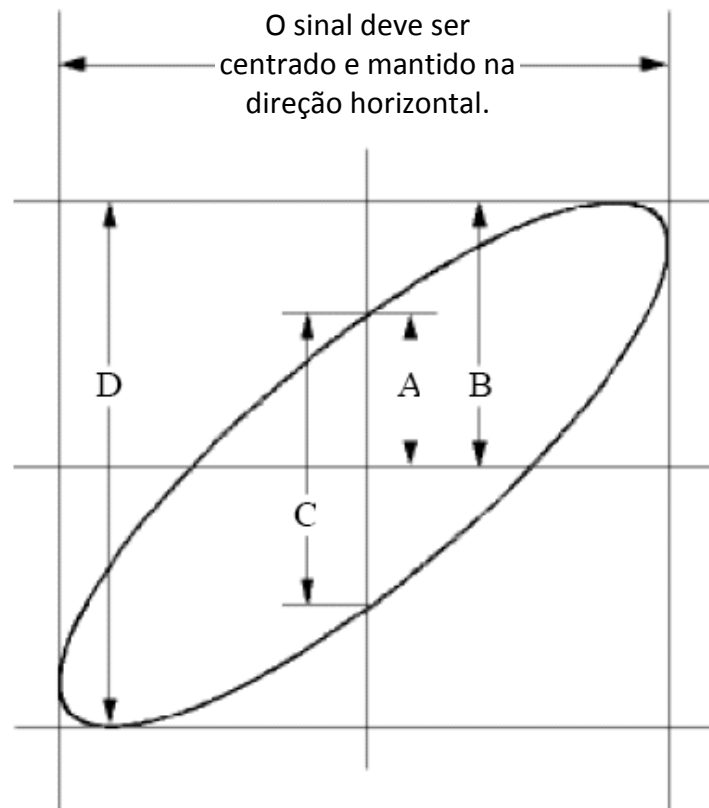

Figura 7-6 Figura de Lissajous
- (7) Use os knobs **VOLTS/DIV** e **VERTICAL POSITION** para otimizar a forma de onda.
- (8) Com o método do oscilograma elíptico adotado, observe e calcule a diferença de fase (veja *Figura 7-6* a seguir).